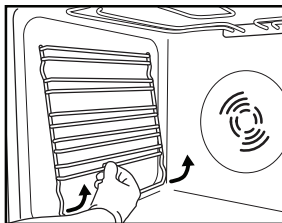

Bild 3
1. Avlägsna tillbehörens guideskenor (Fig. 3).